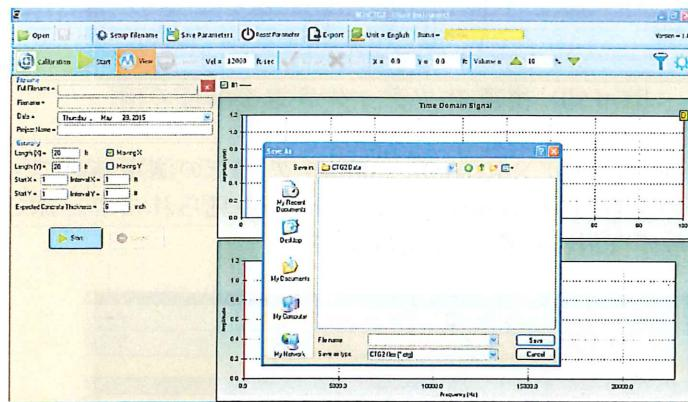

図4-4 “名前を付けて保存 (Save As)” ダイアログボックス
- ツールバーの“開始(Start)”をクリックしてください。図4-4に示す“名前を付けて保存(Save As)”ダイアログボックスが開きます。個別のファイル名を入力します。ツールバーの“状態(Status)”フィールドが“準備中(Ready to Test)”に変わり、信号の入力待ちとなります。